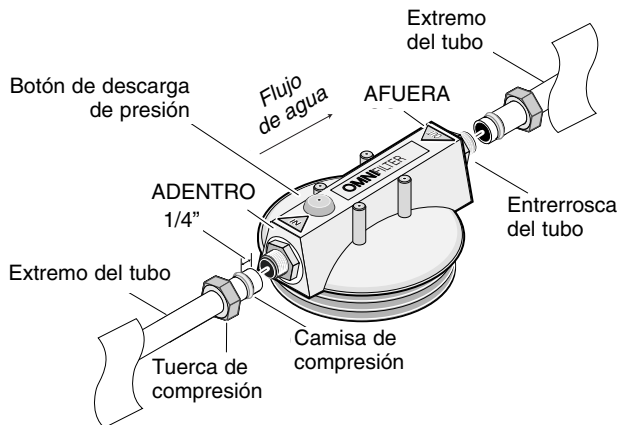

Figura 4
## Instalación en tubería de cobre de 3/4 pulgada: (Consulte la Figura 4)
- 5A. Coloque las tuercas de compresión en la tubería, con el extremo pequeño primero y luego las tuercas de compresión con las camisas de compresión de latón (una para cada extremo de tubería cortada). Deslice cada camisa de compresión de latón 1/4 pulgada hacia arriba desde el extremo cortado del tubo (Consulte la Figura 4).